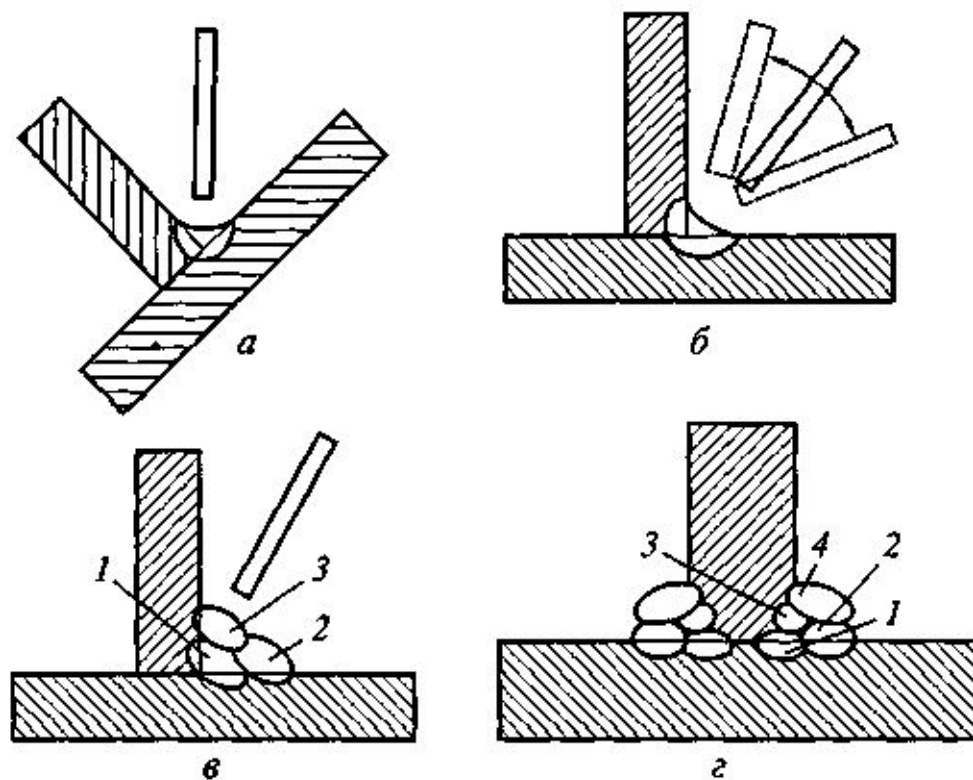

Рис. 10.11. Сварка угловых швов:
- Угловые швы при одностороннем или двустороннем скосе кромок вертикального элемента (рис. 10.11, г) сваривают в один слой или в несколько слоев в зависимости от толщины свариваемого металла.